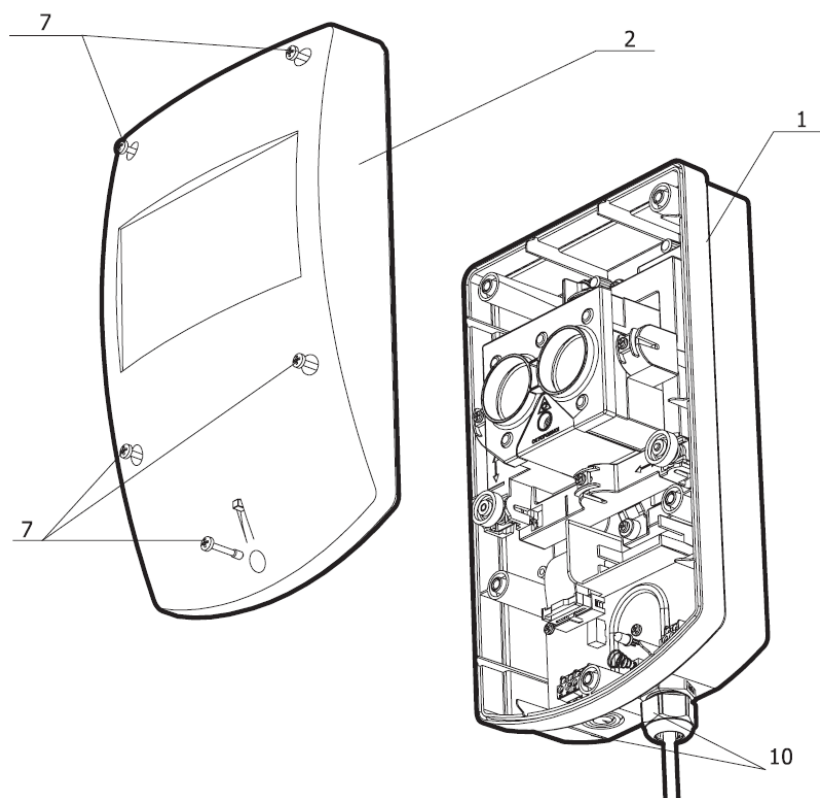
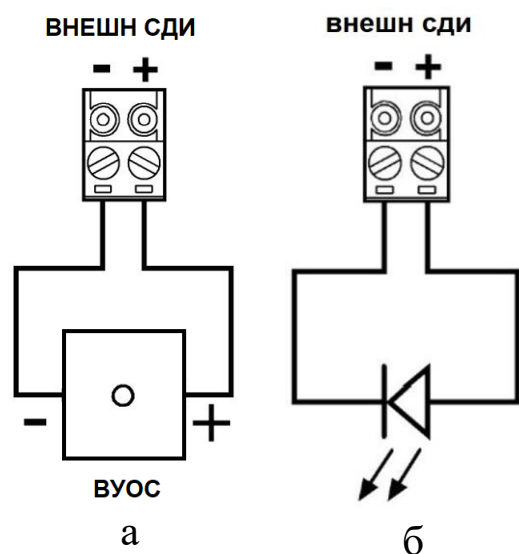

Рис.1
Рис. 4
Вид БИП со снятой крышкой показан на рис. 1:
Подключение ИПДЛ к СЛ осуществляется путем подсоединения разъема ИПДЛ в разрыв СЛ. Отрицательный и положительный провода СЛ подключаются к соответствующим клеммам модуля. Все проводные соединения осуществляются через герметичные вводы, установленные в выламываемые отверстия (10, рис. 1).
- изъять (временно) заглушки отверстий для крепления корпуса (9, рис. 1);
- закрепить основание (1, рис. 1);
При использовании выносного устройства оптической сигнализации (ВУОС) подключить провод с индикатором (с соблюдением полярности) к разъему ВНЕШН СДИ (6, рис.1) через герметичный ввод, установленный в выламываемое отверстие (10, рис.1). В качестве ВУОС рекомендуется использовать ВУОС-31, ВУОС-01, УКШ-01 (или другие с аналогичными электрическими характеристиками) (рис. 4а), либо другой световой индикатор, например светодиод (типа АЛ307, или аналогичного типа) (рис. 4б).
7.1. Для настройки (юстировки) оптической части ИПДЛ служит встроенный лазерный модуль видимого диапазона, луч которого совпадает с максимумом диаграммы направленности ИК-луча ИПДЛ. Средняя мощность излучения лазерного модуля (3, рис. 1), применяемого для юстировки - менее 1мВт, тем не менее, следует избегать прямого попадания лазерного излучения в глаза. Точная юстировка (при необходимости) осуществляется по максимуму принимаемого (отраженного) сигнала с индикацией уровня СДИ.
7.2. Для включения лазерного модуля необходимо перевести переключатель "ЛАЗЕР" (15 рис. 1) в положение ON. Процесс настройки сводится к совмещению пятна луча лазерного модуля с отражателями (см. рис. 5) с помощью ручек юстировки оптической системы по горизонтали (4 рис. 1) и вертикали (5 рис. 1).
7.5. Для перехода в рабочий режим необходимо перевести переключатель "ЛАЗЕР" (15 рис. 1) в положение, обратное ON. Должен загореться зеленый СДИ на время 10с. Необходимо закрыть крышку БИП пока горит зелёный СДИ. Во время последней операции не перекрывать ИК луч извещателя. Окончание настройки и переход в рабочий режим осуществляется через 10-20 с после выключения зелёного СДИ. Во время последней операции не перекрывать ИК луч ИПДЛ.